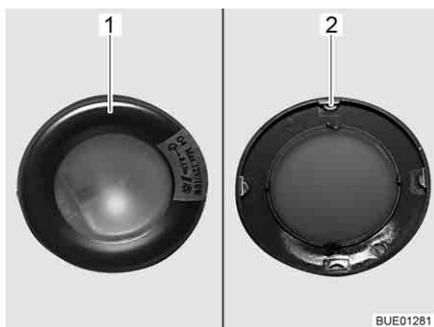

Fig. 276 Lámpara halógena empotrada
La lámpara halógena empotrada (Fig. 276) está montada de manera hundida.
- Girar lentamente el aro (Fig. 276,1) hasta que los salientes (Fig. 276,2) del aro se encuentren en las ranuras de la carcasa que hay debajo.